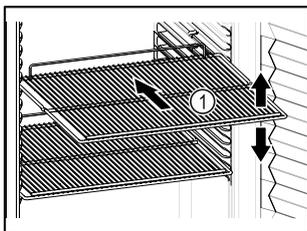

Fig. 71 Приблизне відображення
- ❑ Якщо решітки для зберігання Fig. 71 (1) знімні, відрегулювати по висоті.